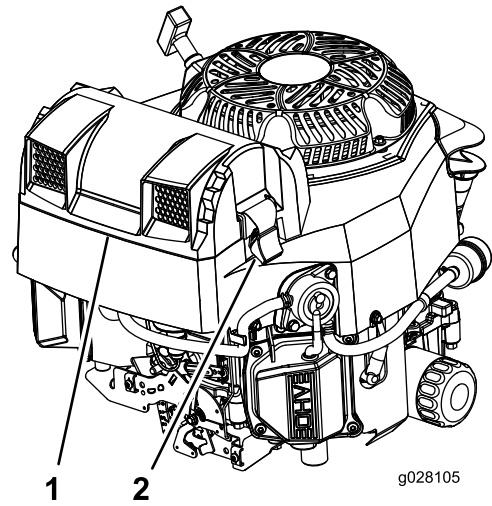

Figure 37
3. Déverrouillez le filtre à air et détachez le couvercle du boîtier du filtre (Figure 37).
5. Reposez le couvercle d'entrée d'air et fixez-le avec les verrous (Figure 37).